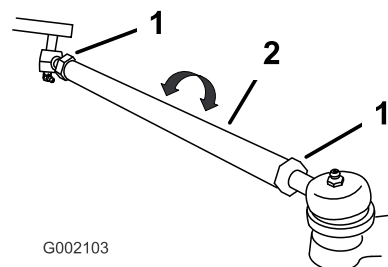

図 44
3. 前後の測定値が適正值から外れている時には（適正值はこの項の一番最初に示されている）、タイロッド両側のジャムナットをゆるめる (図 44)。